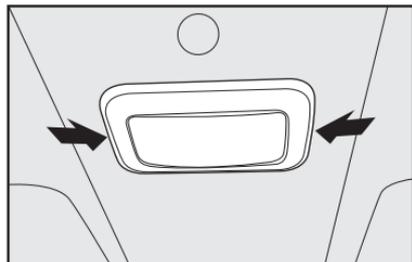

fig. 26
- Com uma chave de fenda (não fornecida) nos pontos indicados **fig. 26**, remover o conjunto da luz interna montada a pressão pelas travas;